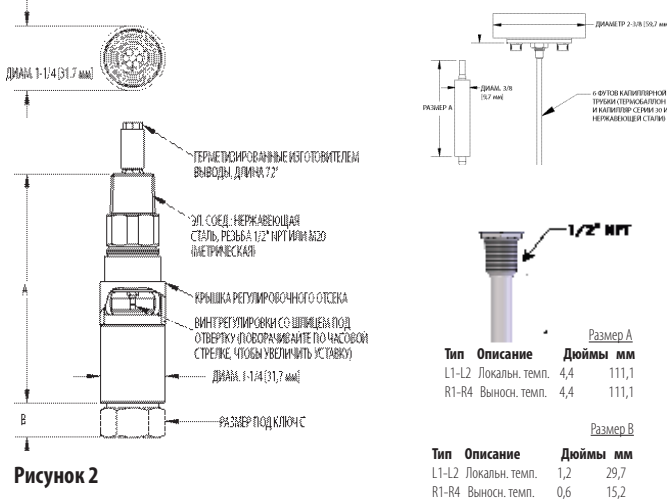

Рисунок 2
4. Вставьте жало отвертки в регулировочный шлиц и поверните по часовой стрелке, чтобы **увеличить** уставку, или против часовой стрелки, чтобы **уменьшить** ее. (См. рисунок 2.)